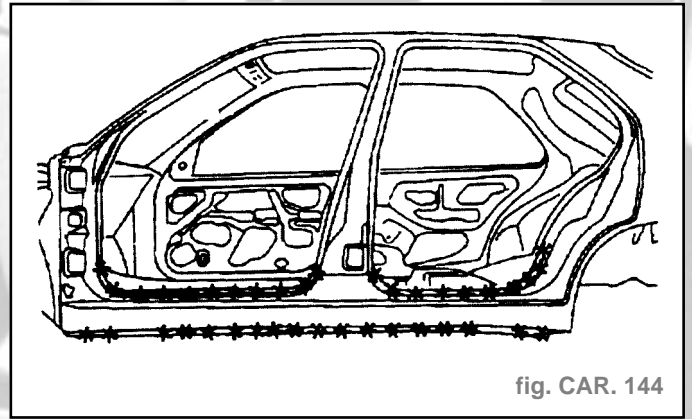

fig. CAR. 144
- Découper par fraisage des points (fig. CAR. 144).